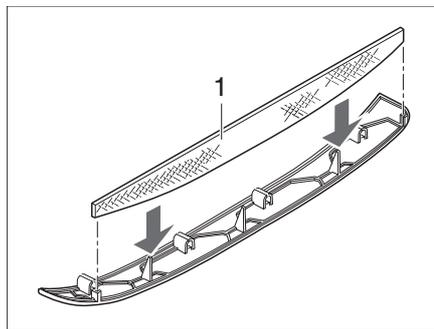
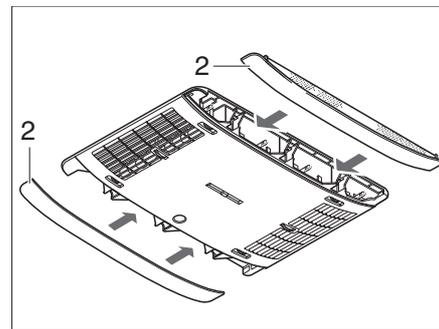

Bild 170 Flusenfilter Klimaanlage
Bild 171 Paneelen Klimaanlage
In den seitlichen Paneelen (Bild 171,2) befinden sich zwei Flusenfilter. Die Flusenfilter müssen in regelmäßigen Abständen, mindestens jedoch alle 6 Monate, gereinigt und bei Bedarf gewechselt werden.
- Paneele (Bild 171,2) vom Luftverteiler abziehen und Flusenfilter (Bild 170,1) reinigen oder bei Bedarf wechseln.